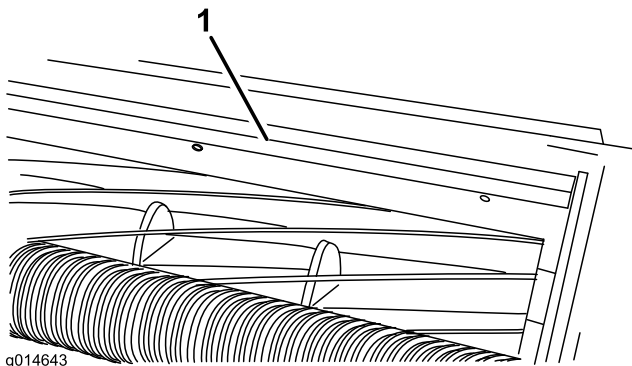

Bild 4
1. Lockern Sie die Schrauben, mit denen die obere Leiste an der Schneideinheit befestigt ist (Bild 4).